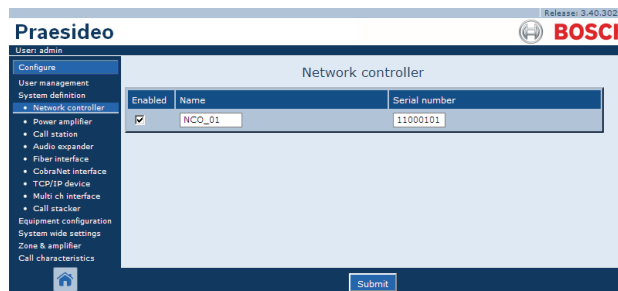

figura 43.3: Registro del controlador de red, paso 1
- 1 Vaya a *Configure > System definition > Network controller*. Aparece una pantalla similar a la mostrada en figura 43.3 en el cuadro principal de la interfaz Web.